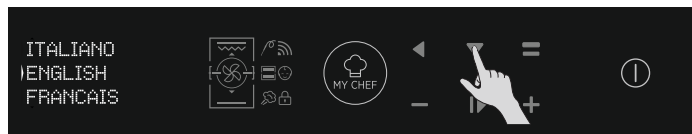

Figura 4
- Entrare nella sezione impostazioni e selezionare la lingua dal menù a tendina (Figura 4).